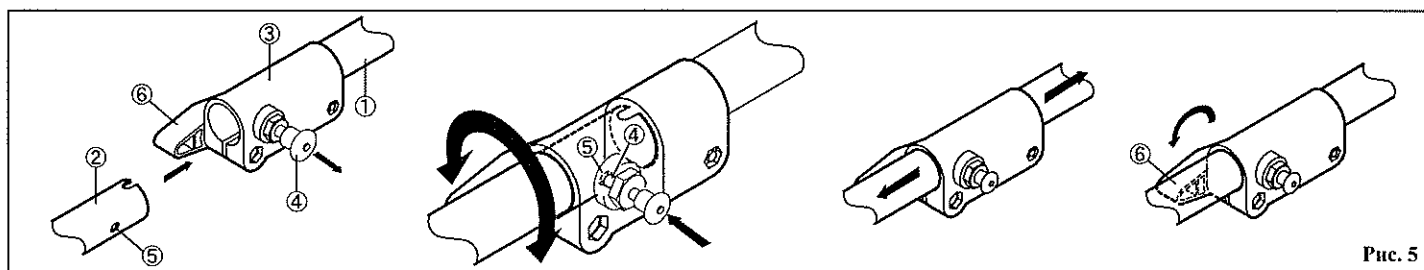

Рис. 5
3. Подсоединение вала (Рис. 5)
- ① Вал (со стороны двигателя)
- ② Вал (со стороны редуктора)
- ③ Соединение вала
- ④ Штифт
- ⑤ Отверстие штифта
- ⑥ Кнопка